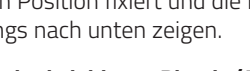

Abb.3
4. Federn zusammendrücken und Strahler in das ausgesägte Loch einsetzen (siehe Abb. 3).